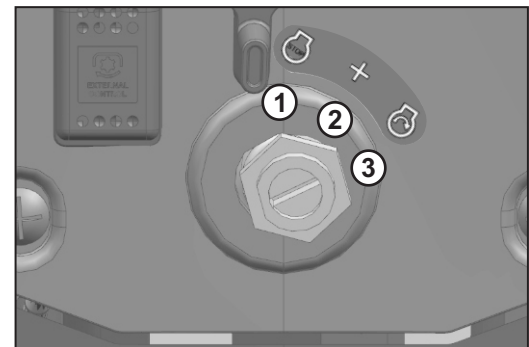

Fig. 4.3a - Interruptor de ignição
- 2 Rode a chave da ignição para a posição de aquecimento (fig. 4.3a) e mantenha-a nessa posição durante alguns segundos e, em seguida, rode-a para a posição de arranque.